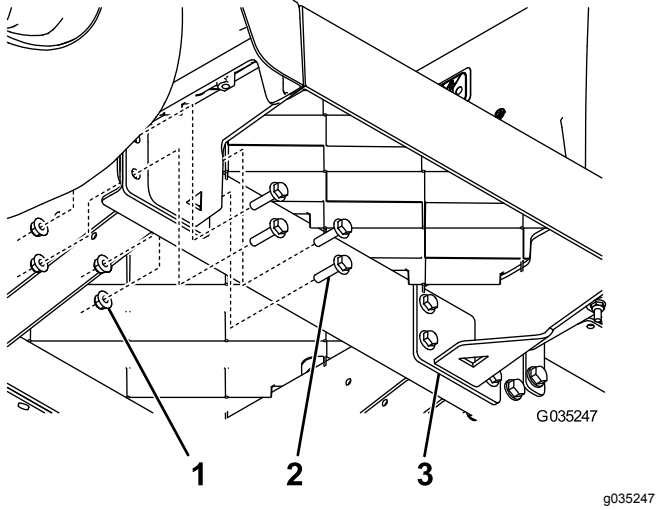

Figur 4
3. Ta bort ett av de befintliga stöden till golvplattan (Figur 4).
- Ta bort det andra befintliga stödet till golvplattan (Figur 4).